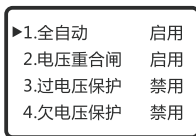

图6-3
6.3.6【▼】:查询参数时做翻页用，设置及密码输入状态时做数字减量使用。在轮显或跳闸停显状态时，按下【▼】键，进入功能设置状态，如图6-3所示，可设置全自动，电压重合闸，过电压保护，欠电压保护，缺相保护，全失电压保护、过载保护、短路短延时保护、短路瞬时保护、缺零保护。按【◀】启用，按【▶】键禁用。